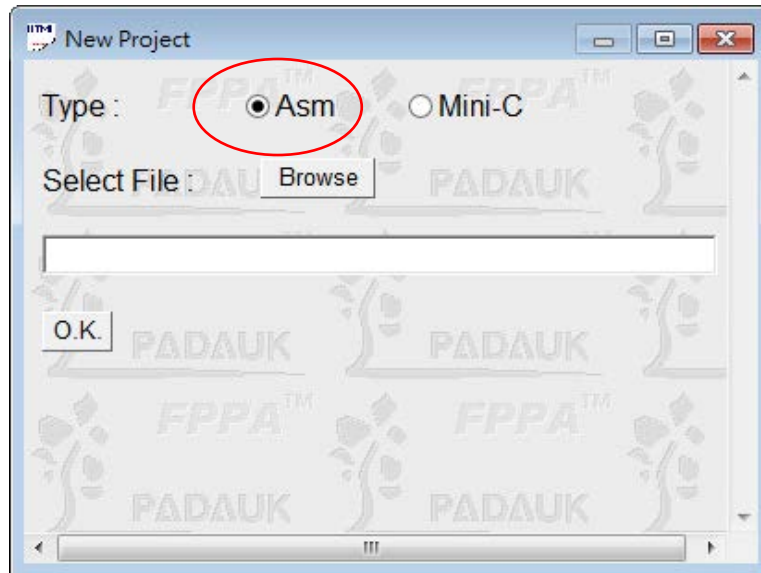

图 3-3. 选择 Asm 新项目
这时用户有两种格式可选择：(1) 一般的 Asm 格式，程序以应广科技的汇编语言为主架构。(2) Mini-C 格式是以应广科技的 C 语言为主架构。用户可点按 **【Asm】** 与 **【Mini-C】** 来做切换。图 3-3 是选择 Asm 项目的视窗画面。